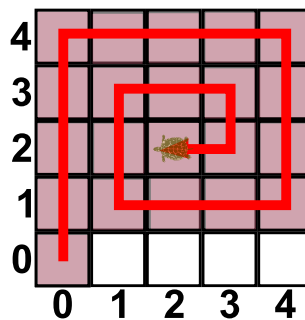

FIGURE 4 – Colimaçon réalisé avec l'*IrvingOne*
1. En utilisant le langage d'assemblage de l'*IrvingOne*, écrire le programme réalisant le dessin apparaissant dans la figure 4. Pour cela, on utilisera impérativement une structure de boucle ;